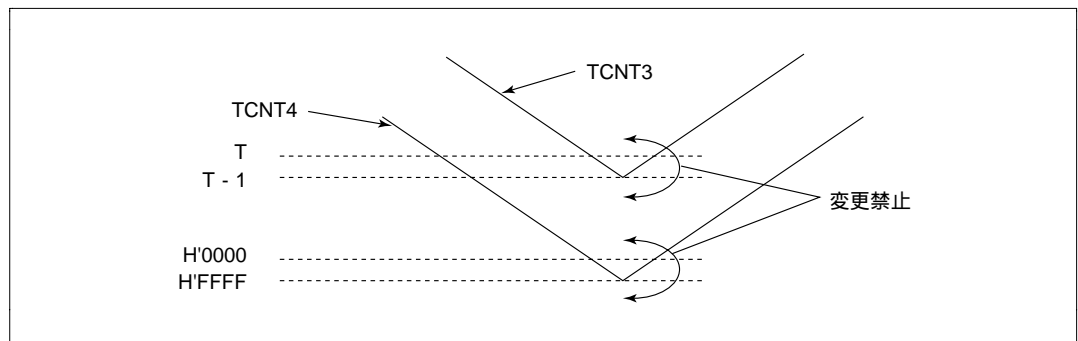

図 8.41 バッファ動作による GR の設定変更時の注意 (2)
バッファ動作による GR の設定変更時の注意 (2) を図 8.41 に示します。